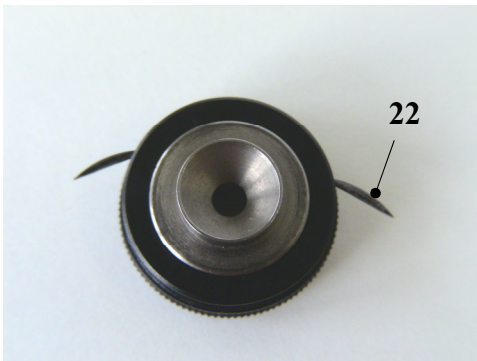

Abbildung 13
- Die beiden Keile (22) mit einer Pinzette aus den Führungen schieben und entfernen Abbildung 13.